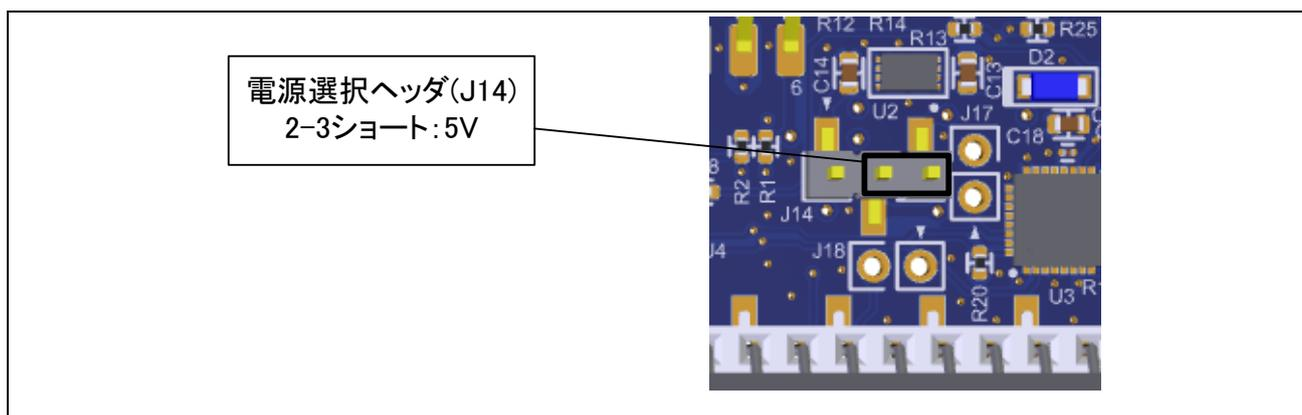

図 5-19: 5V 使用時のヘッダ設定
- ・ J14 2-3 ショート : 5V 電源を選択。(図 5-19)